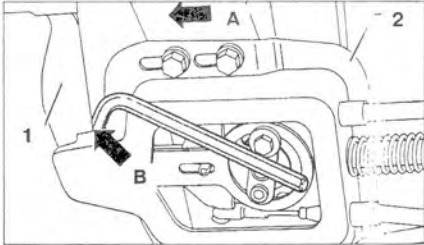

Рис. 8.33. Вставьте ключ В 6 мм между рычагом 1 и опорным кронштейном 2. Переместите кронштейн назад так, чтобы рычаг 1 совместился с ключом В.
12. Вставьте ключ В 6 мм между рычагом 1 и опорным кронштейном 2 (рис. 8.33). Переместите кронштейн назад так, чтобы рычаг 1 совместился с ключом В.